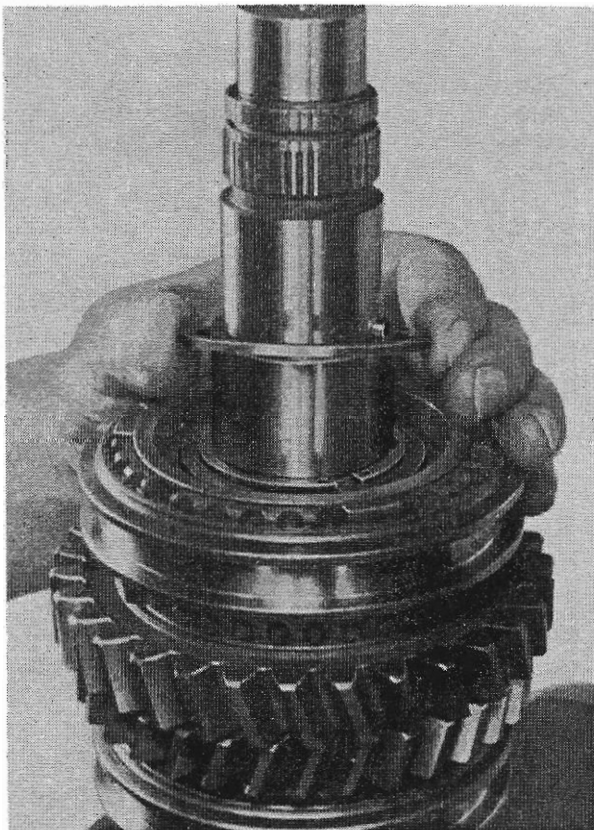

Abb. 38
10. Vormontierten Synchronkörper 1.—2. Gang so auf die Kerbverzahnung der Hauptwelle pressen, daß die glatte Stirnseite der Schiebemuffe beim 1. Gangrad liegt. Hierzu Eindrückbüchse 2. verwenden. Sicherungsring (414) einfedern und Anlaufscheibe (415) über den Sicherungsring legen (Abb. 38).
2. Place the gasket (801) on the front cover. Fix the secondary shaft with the bearings in direction of the adjusting plate. With a gauge, measure the distance between the bearing outer ring and the flat surface of the cover with the gasket on (picture 44).
Bund der Welle drücken und mit einer Fühlerlehre, die zwischen Anlaufscheibe und 2. Gangrad geschoben wird, das Axialspiel des 2. Gangrades messen. Das Axialspiel darf 0,1 bis 0,15 mm betragen und wird durch Auswahl der Anlaufscheibe (415), siehe Abb. 38, korrigiert. Die Anlaufscheibe ist in Dicken von 2,1; 2,2; 2,3; 2,4 und 2,5 mm vorhanden.